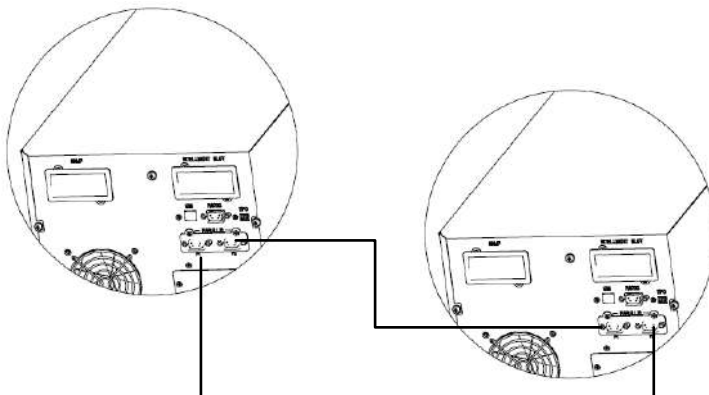

Fig.5 Collegamento dei cavi di comunicazione
- 1) Il kit parallelo prevede la connessione dei 2 cavi di comunicazione da 15 poli di una lunghezza inferiore ai 3m.e connessi tra gli UPS come mostrato nella seguente fig. 5.